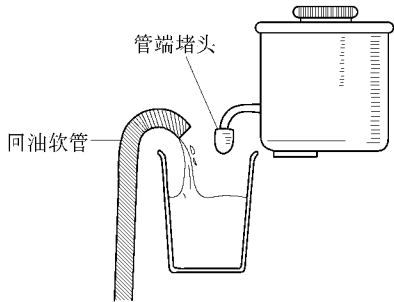

图 16-46 液压油将会从回油软管排出
(5) 起动发动机，在 1000r/min 的状态下运转。经过 1 或 2s 之后，液压油将会从回油软管排出，如图 16-46 所示。这时立即关掉发动机。